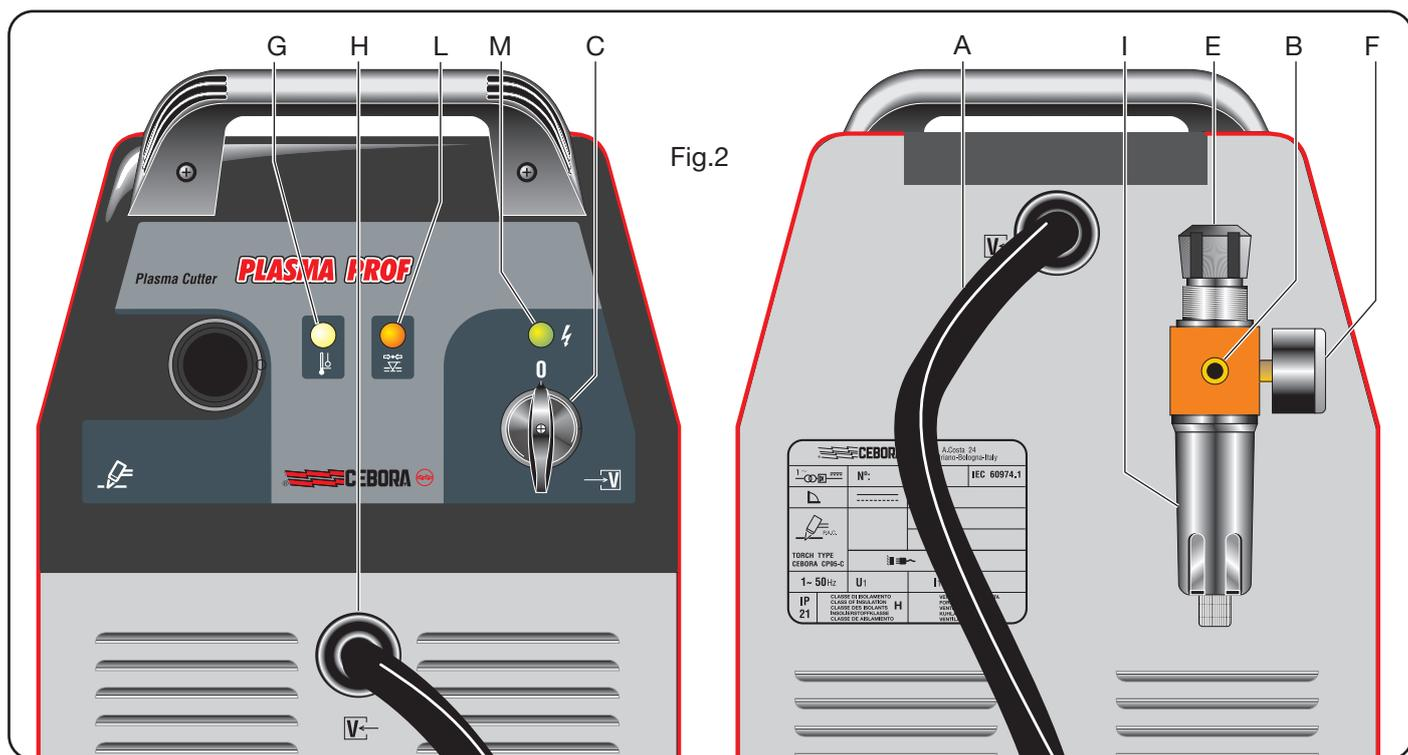

Fig.2
2.1 MONTERING AF BRÆNDER (Fig. 2)
For at undgå overbelastning. Dette vises ved konstant tænding af lysdioden **G** (se fig.2).
Anbragt på brænderens lufttilslutning for at undgå utilstrækkeligt lufttryk. Viser ved tænding af lysdioden **L** (se fig.2).
Også selvom apparatet er udstyret med en automatisk anordning til afløb af kondens, der aktiveres hver gang man lukker lufttilførslen, vil det være hensigtsmæssigt jævnligt at kontrollere, at der ikke er kondensrester i ventilens vandudskiller I (fig.2).